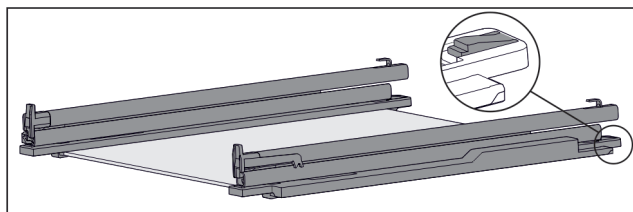

Fig. 132 Tablette en verre avec rails et pièces de retenue
- Pousser l'arrière de la pièce de retenue vers le bas (voir Fig. 132) et pousser dans le même temps le tiroir vers l'arrière.